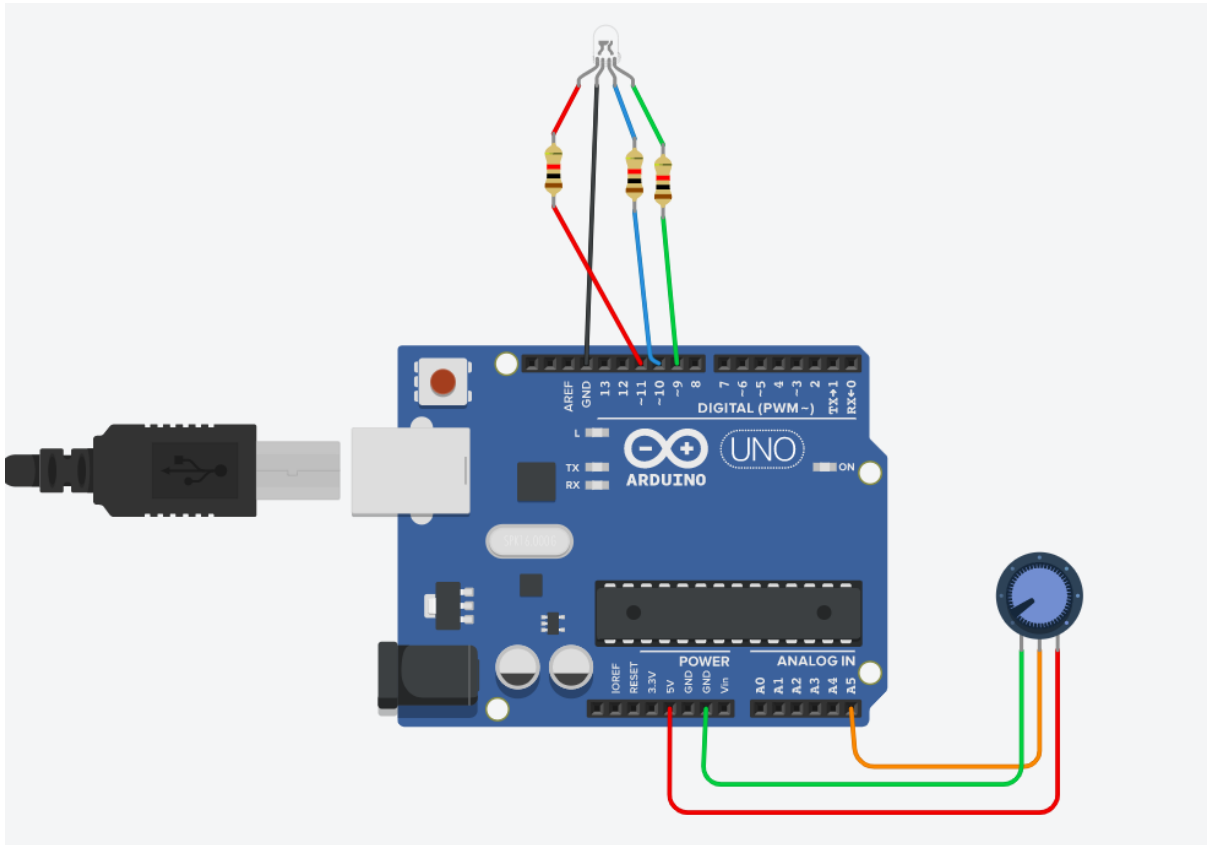

Рис. 2.10 Загальна схема лабораторної роботи
8. Загальна схема має виглядати як наведено на рис. 2.10.